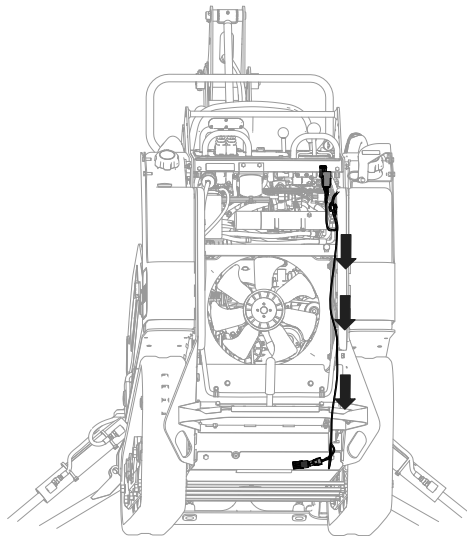

Bild 12
8. Verlegen Sie den Rest des Kabelbaums an der Innenseite des Zugmaschinenrahmens entlang des Kabelbaums der Zugmaschine, wie in Bild 12 dargestellt.